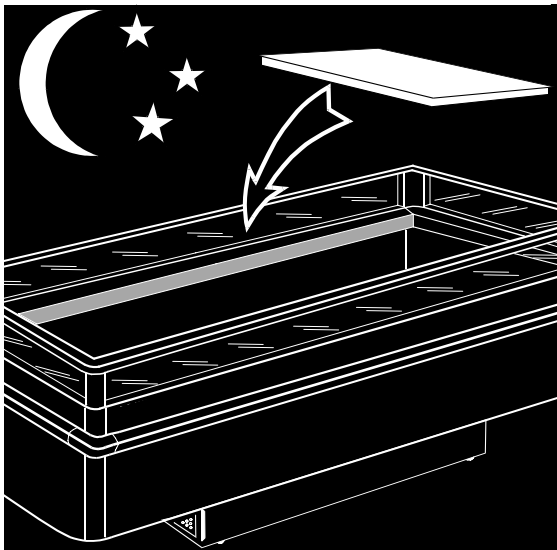

fig. 12
- usare i coperchi notte o gli scorrevoli, se previsti, durante le ore di chiusura (fig. 12): eviterete inutili consumi di energia ottenendo nel contempo una migliore conservazione dei prodotti esposti.